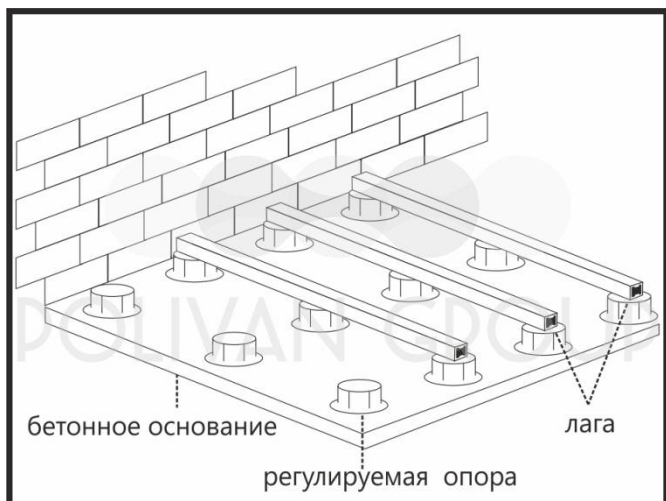

Рис. 3
**Регулируемые винтовые опоры (рис. 3).** Установка опор производится строго на жесткий фундамент (бетонная стяжка, твердые слои тепло- и гидро- изоляции, утрамбованная подготовка из гравия мелкой фракции). Расстояние между опорами, вдоль линии укладки лаг не должно превышать 300 мм, в том случае, если лаги используются из древесно-полимерного композита. Если лаги используются алюминиевые, расстояние может быть 500-700 мм, в зависимости от размера сечения лаги. На регулируемые опоры лаги крепятся специальным крепежом, входящим в комплект опоры, либо с помощью перфорированной металлической ленты.